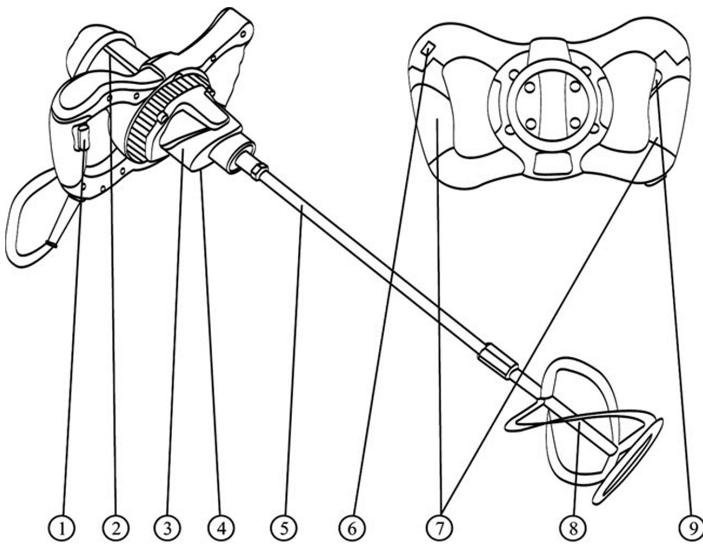

Рис. 1
2. Переключателем 4 (рис. 1) установите необходимый диапазон скорости вращения миксера (1 - ...500 об/мин, 2 - ...700 об/мин) в зависимости от типа работы и применяемых материалов.
5. Выключайте изделие только клавишей 1 (рис.1). Не выключайте его, просто вынимая шнур из розетки.